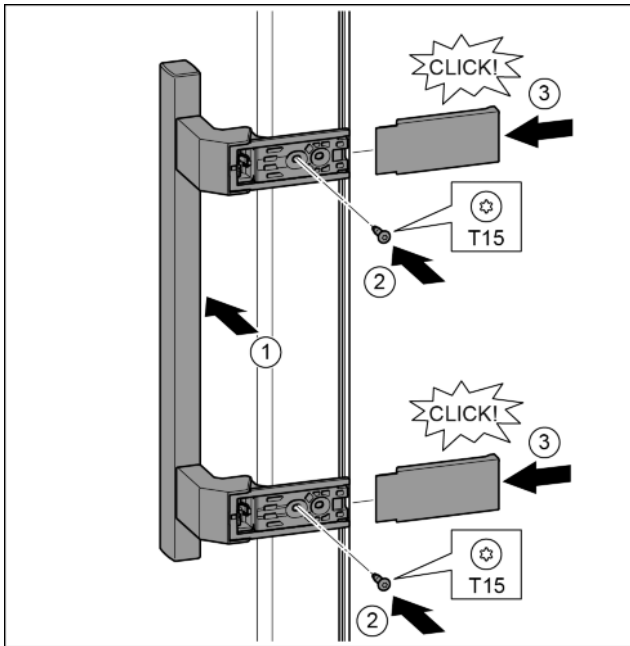

Fig. 22
- ▶ Поставете дръжката от другата страна. Fig. 22 (1)
- ▶ С отвертка T15 затегнете винтовете. Fig. 22 (2)
- ▶ Поставете отстрани капачите и ги нахлузете. Fig. 22 (3)